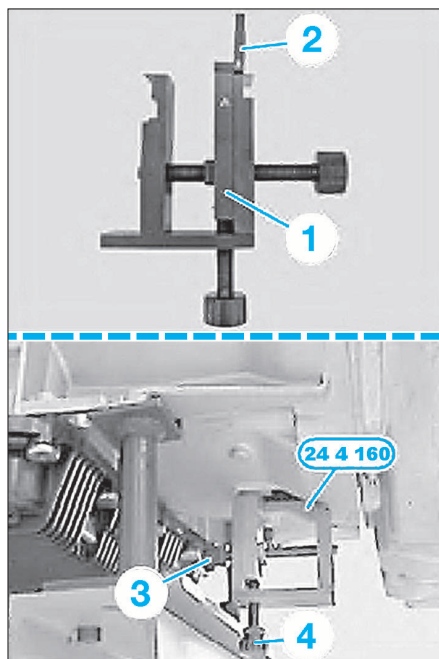

FIG. 14
- Préparer l'outil (1) 24 4 161 avec la pièce moulée (2) 24 4 165 (Fig.14)